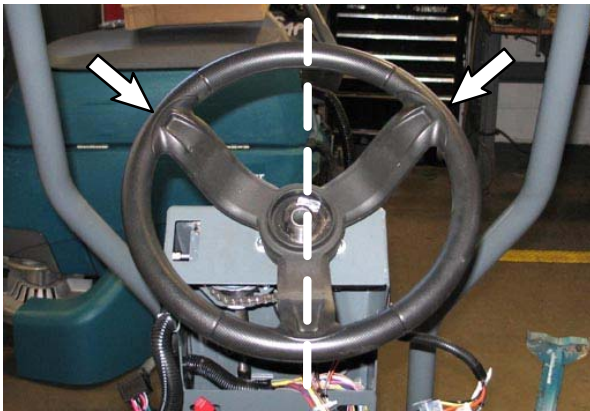

FIG. 61
24. Placez le volant sur la colonne de direction tel qu'indiqué dans la Figure 61.